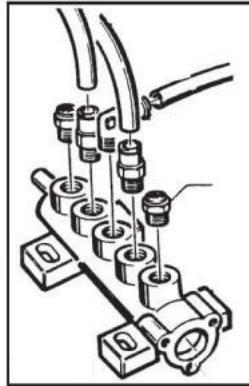

Рис.19
Примечание: Чтобы заменить или прочистить глушитель открытия/закрытия зажимов (G) проделайте следующие действия (рисунок 19):